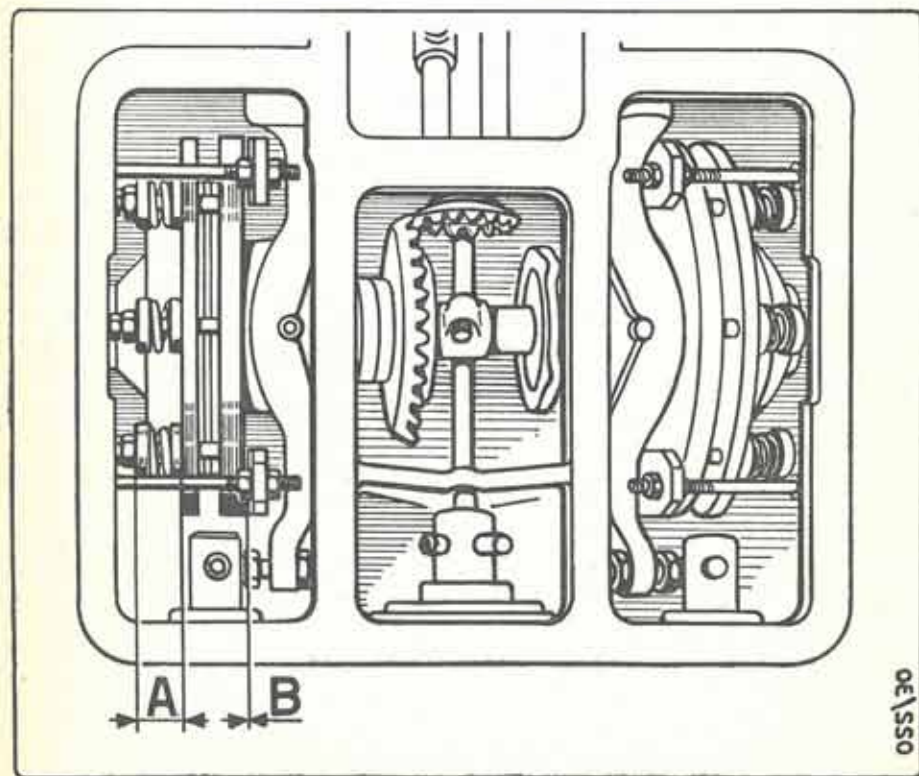

Fig. 25 - REGOLAZIONE FRENI E FRIZIONI DI STERZO
- 2) Verificare che tutte le molle delle frizioni abbiano una lunghezza (A) di mm. 21 da misurarsi fra il piano esterno dei piattelli e il piano del disco frizione (Fig. 25).
- 4) Controllare con uno spessimetro che il gioco esistente fra i pattini dei freni e i dischi delle frizioni (indicato con B nella fig. 25) sia di mm. 0,5.